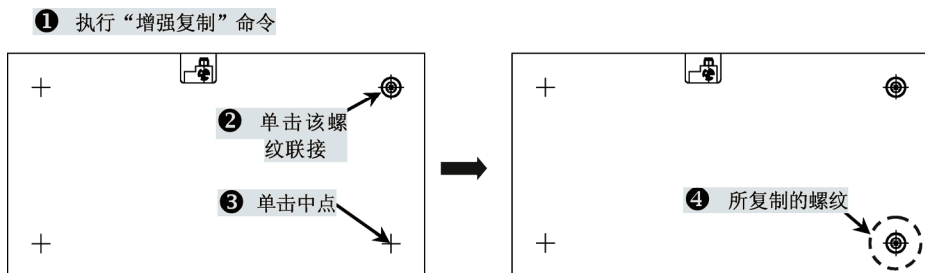

图 5-8 俯视螺纹
2) 对“主视图”中的螺纹进行操作。按〈Ctrl+Alt+C〉组合键执行“增强复制”命令 (ampowercopy)，单击要复制的螺纹图形，此时系统提示插入点，选择“主视图”右下方的十字中心线中点，输入角度“0”，按〈Enter〉键确定，从而完成螺纹的复制，如图 5-8 所示。